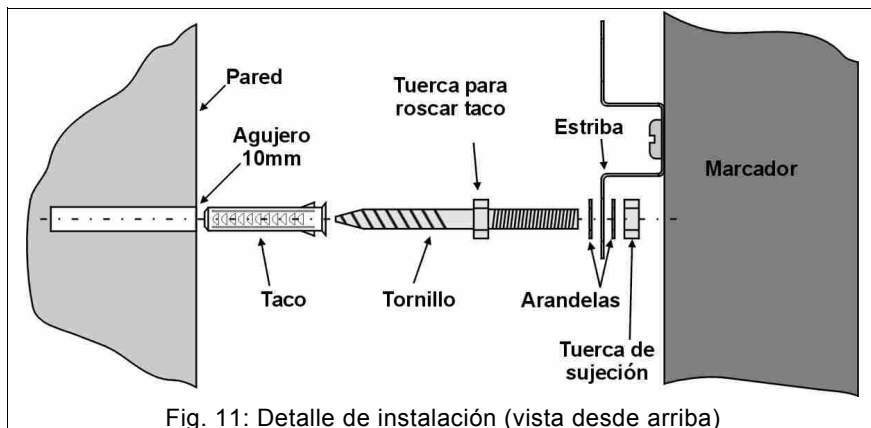

Fig. 11: Detalle de instalación (vista desde arriba)
2. Meta los tacos en los agujeros y apriete los tornillos usando una llave de 13 mm (Fig. 11) sobre las tuercas; luego, introduzca las arandelas.